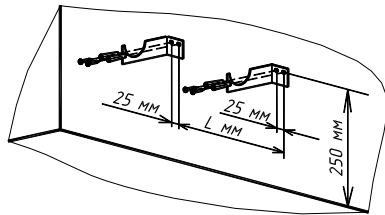

Рисунок 2 – Порядок установки кронштейнов
6.1.1 Электроконвекторы крепятся к стене с помощью кронштейнов согласно рис.2 в следующем порядке:
- Просверлите на стене 4 отверстия $\varnothing 8$ мм (согласно рис. 2 и таблицы 3);